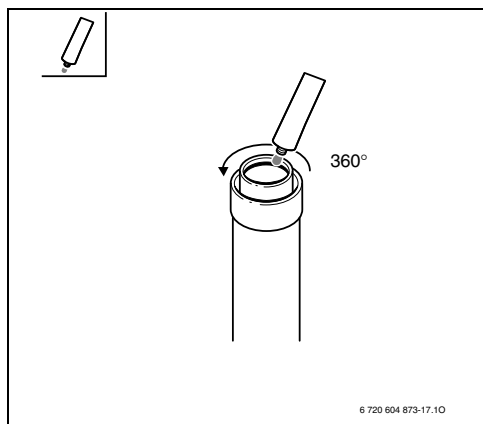

Рис. 35
► Слегка смажьте сторону дымохода не содержащей растворителя смазкой (например, вазелином) (Рис. 35).